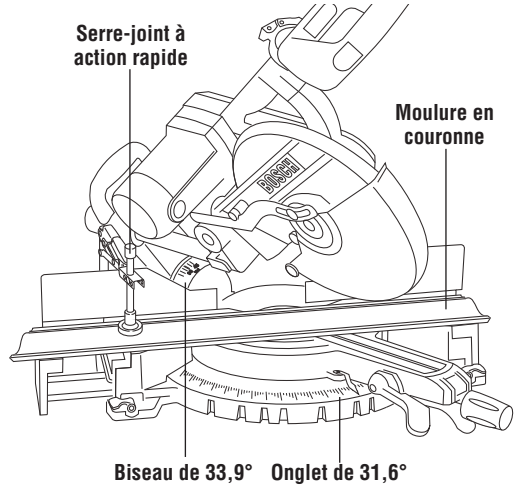

Figure 39. Moulure en couronne reposant à plat
- Pour les coins à 90°, réglez les angles d'onglet et de biseau en vous aidant des tableaux ci-dessous. Serrez le bouton de blocage de l'onglet et le bouton de blocage du biseau (Figure 39).